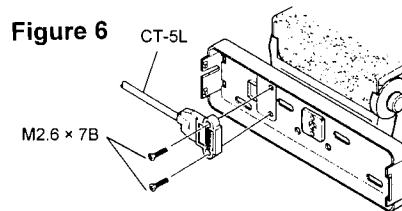

Figure 6
- A l'aide des vis de 7 mm et en prenant exemple sur la figure 6 monter l'extrémité libre du câble d'interconnexion sur le berceau de fixation.